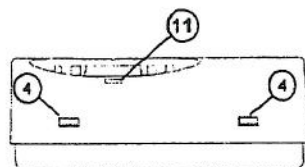

Fig. 3
Dette gøres ved at føre bladet på skruetrækkeren ind under knappen gennem åbningen (11) [fig. 3] på rumtermostatens højre side og vippe knappen let opad.